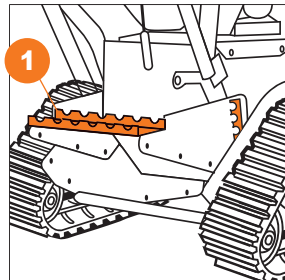

Рис. 22
Гусеничные снегоборочные машины оборудованы системой регулировки положения ковша. Нажмите педаль ❶, наклоните вперед или назад рукоятки управления и выберите один из трех режимов в зависимости от условий работы (Рис. 22).